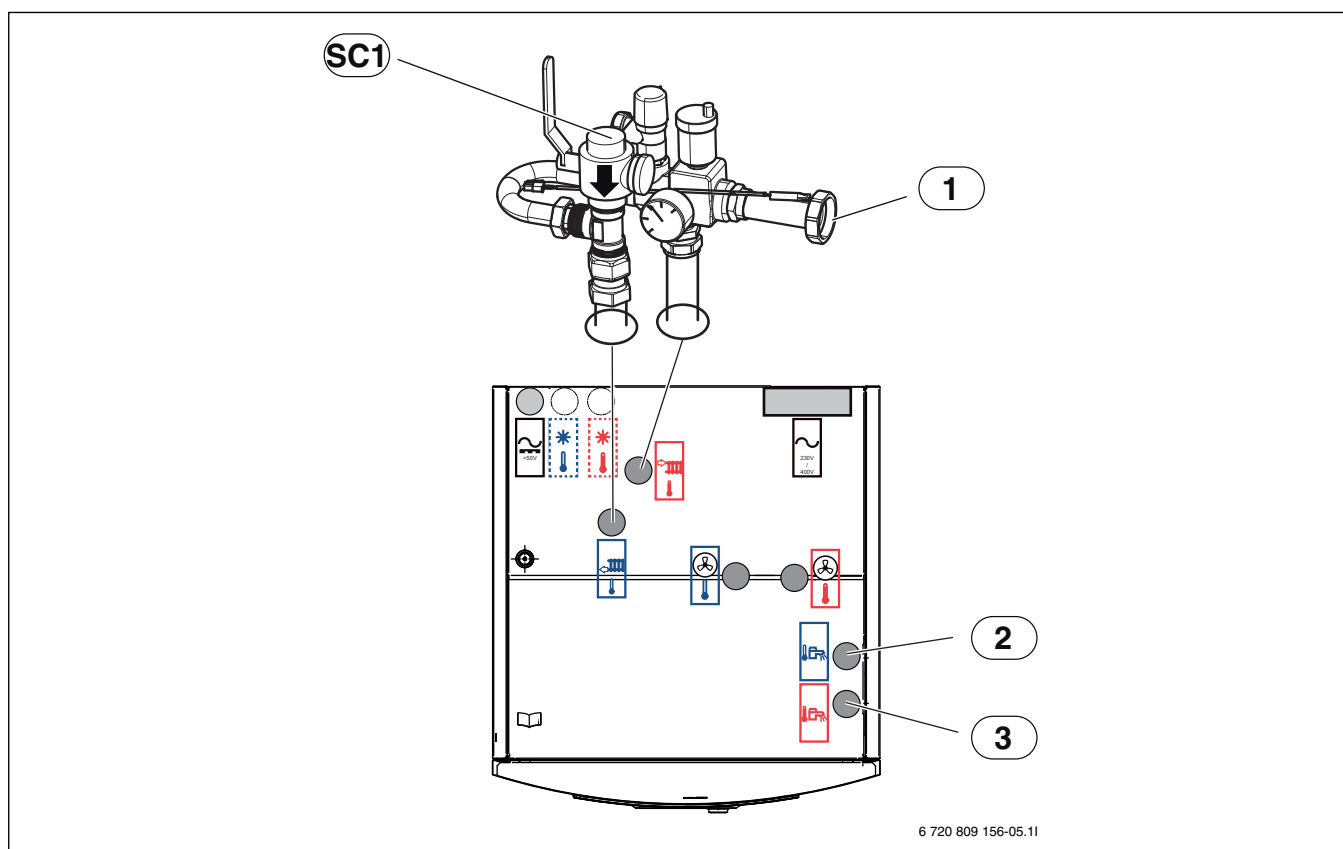

Fig. 13 Collegamenti dell'unità interna all'impianto di riscaldamento e all'acqua calda sanitaria
- ▶ Collegare la pompa di circolazione dell'impianto di riscaldamento su [1], fig. 13.
- ▶ Collegare il ritorno del riscaldamento al filtro [SC1], fig. 13.
- ▶ Collegare l'acqua fredda a [2], fig. 13.
- ▶ Collegare l'acqua calda sanitaria a [3], fig. 13.